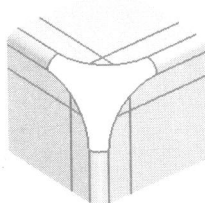

图1-29
22. 以相同的方法创建投影曲线，投影线的方向为 yc 轴，结果如图 1-29 所示。